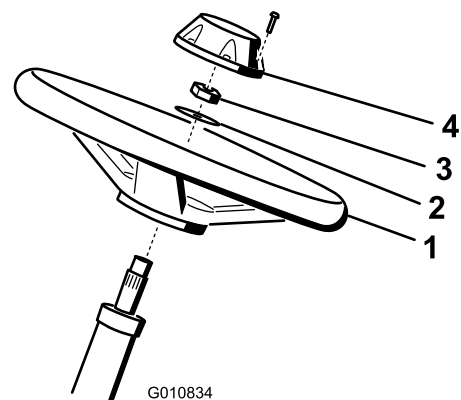

Bild 3
1. Schieben Sie das Lenkrad auf die Lenkwelle (Bild 3).
2. Schieben Sie die Scheibe auf die Lenkwelle (Bild 3).
3. Befestigen Sie das Lenkrad mit einer Klemmmutter und ziehen es auf 27-35 N-m an (Bild 3).
4. Montieren Sie den Deckel mit der Schraube am Lenkrad (Bild 3).